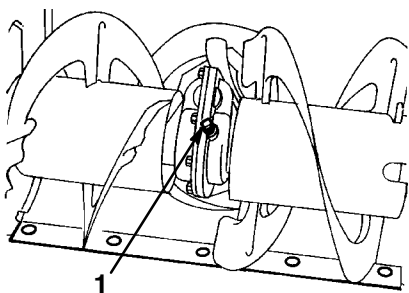

Figure 20
3. Nettoyez les abords de l'obturateur de tuyau (Fig. 20).
4. Retirez l'obturateur de tuyau de la boîte d'engrenages (Fig. 20).